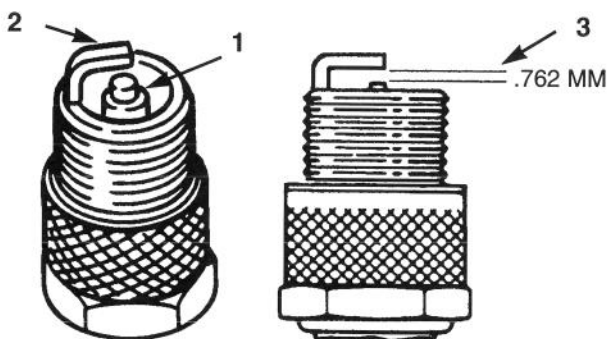

Figure 24
1. Examiner le centre de la bougie (Fig. 24). Si l'isolateur est légèrement marron ou gris, alors le moteur fonctionne correctement. Si l'isolateur est recouvert d'une couche noire, alors le filtre à air est encrassé.
2. Contrôler l'écartement entre les électrodes centrale et latérale (Fig. 24). Plier l'électrode latérale (Fig. 24) pour rectifier l'écartement le cas échéant.